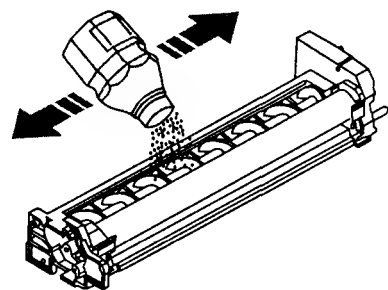

Рис. 7.11
7. Положите на ровную поверхность узел девелопера (рис. 7.11). Убедитесь, что тип девелопера соответствует модели аппарата. Затем энергично встряхните трубу с девелопером 10—15 раз, откройте пробку трубы и равномерно распределите девелопер в узле.